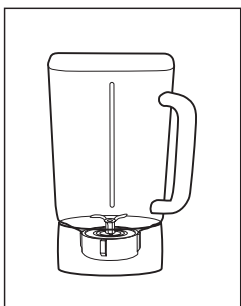

FIGURA 3
4. Junte hasta trabar el disco de fondo roscado con el aro. Coloque el aro sobre la cuchilla y el vaso. Coloque el aro sobre el vaso y gire el disco con fondo roscado en sentido horario para apretar. (Figura 3)